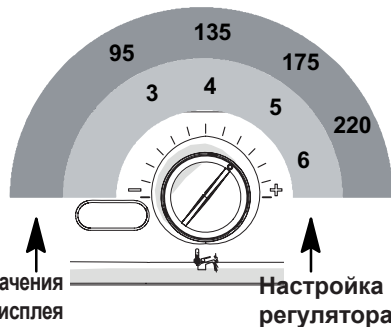

Рисунок 7.16
- При перемещении регулятора температуры горячего водоснабжения, см. Рисунок 7.16, на ЖК-дисплее отображаются разные заданные значения параметра, например, символ **P14** загорается поочередно с цифрой **160**.